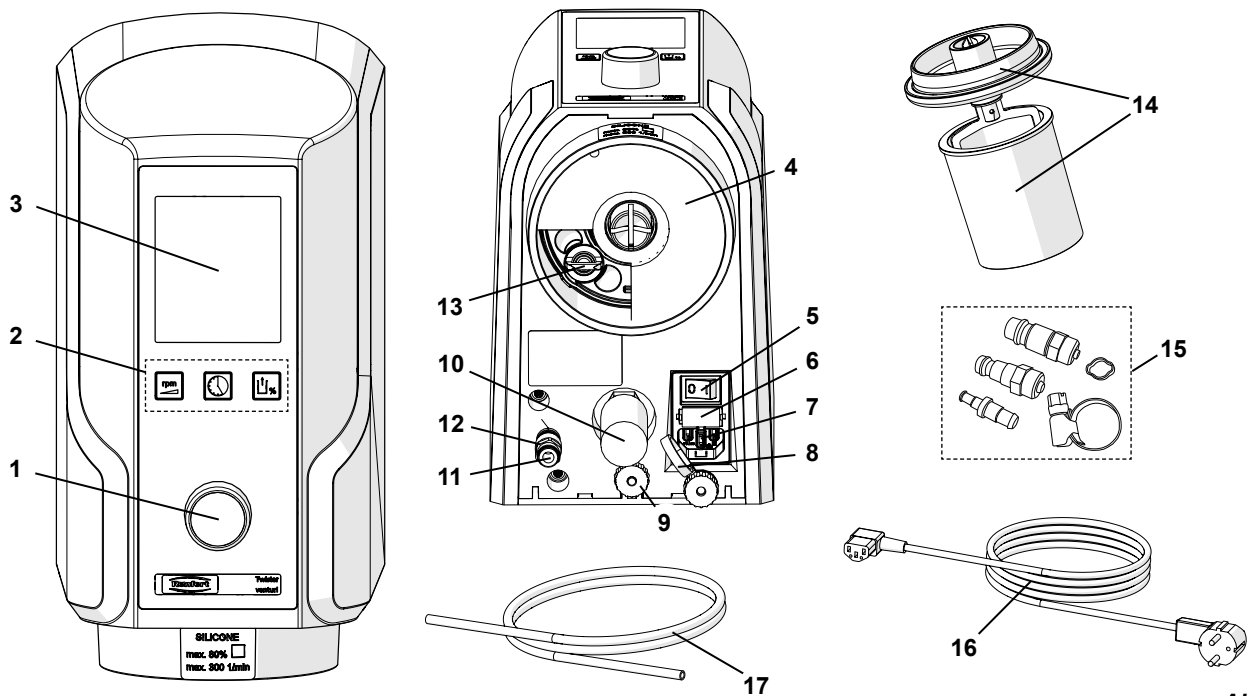

Abb. 1
- ⇒ Druckluftschlauch (17) bis zum Anschlag in Schlauchanschluss des Druckluftanschlusses (11) einstecken. Dabei ist ein leichter Widerstand spürbar zu überwinden.
- ⇒ Zum Anschluss an das Druckluftnetz die passende Schlauchkupplung aus beiliegendem Set (15, Abb. 1) auswählen und am Schlauchende anbringen.